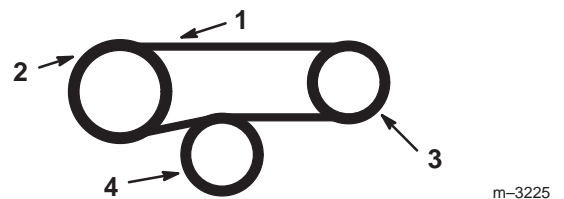

Bild 86
5. Ziehen Sie einen neuen Zapfwellen-Treibriemen über die Kupplung und legen ihn um die Riemenscheibe der Kupplung und über die unter Federdruck stehende Spannscheibe (Bild 86).